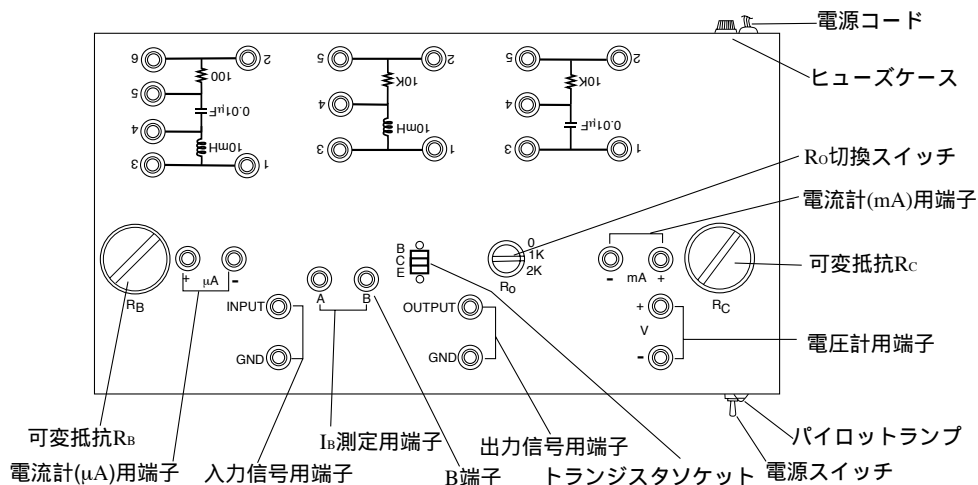

図 10
3. 回路盤 パネル面を図10に、回路図を図11に示す。この回路盤は、可変抵抗